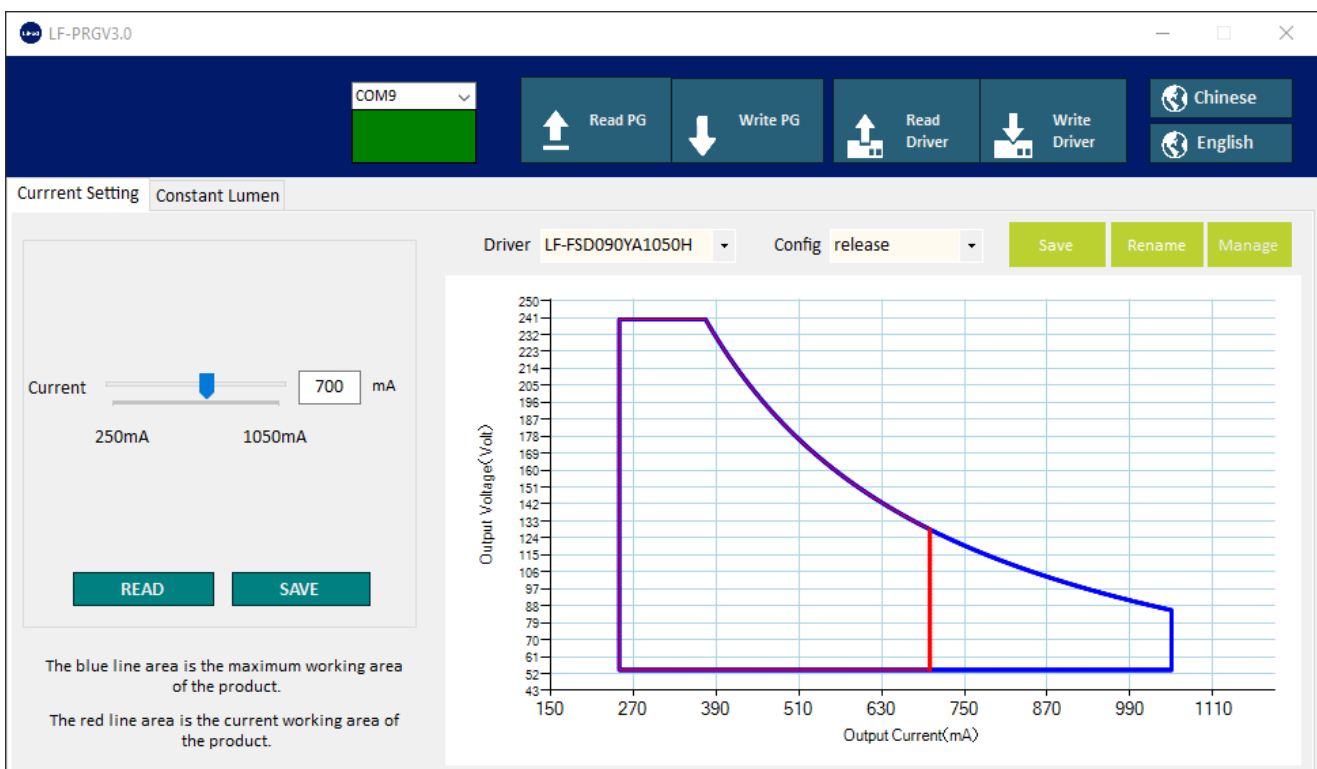

Рис. 1
1.2 Запустить программу, выбрать английский язык интерфейса (нажать кнопку «English»). В программе выбрать COM-порт, к которому подключен программатор (в примере – COM9). Признаком успешного подключения является зеленое поле под наименованием COM-порта, к которому произведено подключение (рис. 1).